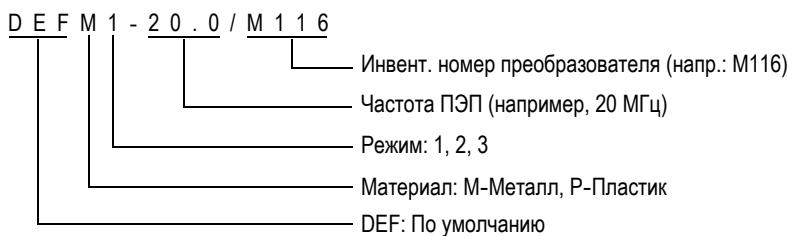

Рис. 5-3 Выбор настройки для одноэлементного ПЭП
- В окне ПО УМОЛЧ. для используемого типа преобразователя (см. Рис. 5-3 на стр. 65) в списке доступных настроек по умолчанию выберите настройку для используемого ПЭП.